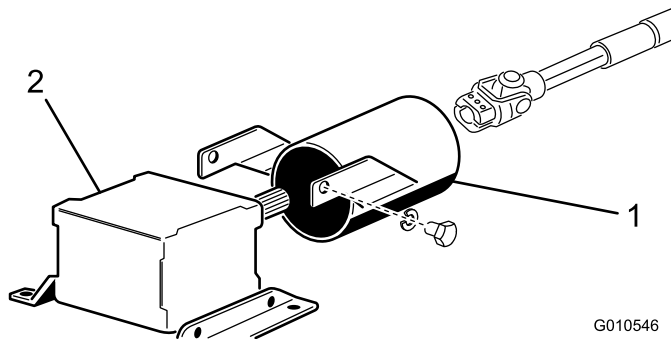

Bild 8
- Entfernen Sie die zwei Schrauben und Sicherungsscheiben, mit denen die Befestigungshalterungen der ZWA-Schutzvorrichtung am Getriebe befestigt sind (Bild 8). Bewahren Sie die Befestigungen für eine spätere Installation auf.
- Schieben Sie die Schutzvorrichtung der Zapfwelle auf die Zapfwelle, bringen Sie die Schutzvorrichtung so an, wie in Bild 8 dargestellt.